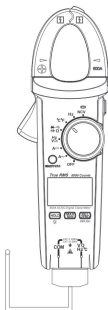

Рис.13. Измерение температуры
7.10. Измерение температуры (см. рис. 13)